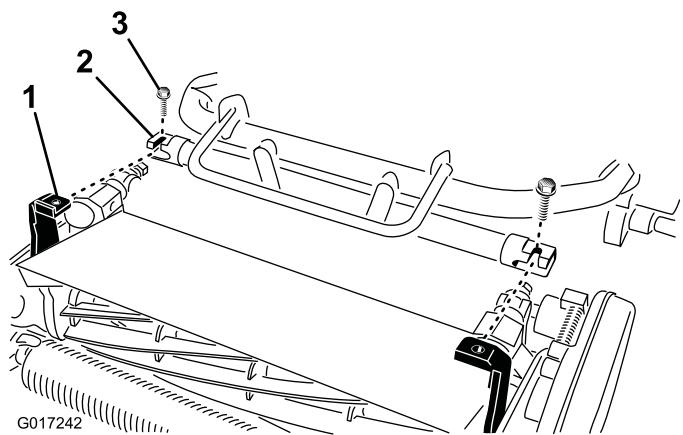

Figura 10
4. Spostate il telaio del trattorino (Figura 10) in avanti fin quando si innesta sui bracci girevoli dell'apparato di taglio.
5. Fissate il telaio del trattorino ai bracci girevoli dell'apparato di taglio con 2 bulloni (3/8" x 3/4") (Figura 10).